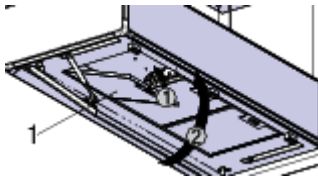

Fig. 34: Colocación de los filtros metálicos de aceite
Coloque el filtro de aceite metálico en el aparato y desbloquee el cierre del filtro (Fig. 34/1)
12. Instale el filtro metálico de aceite (Fig. 34/2)
13. Cierre el aspirador lateral (Fig. 34/3).